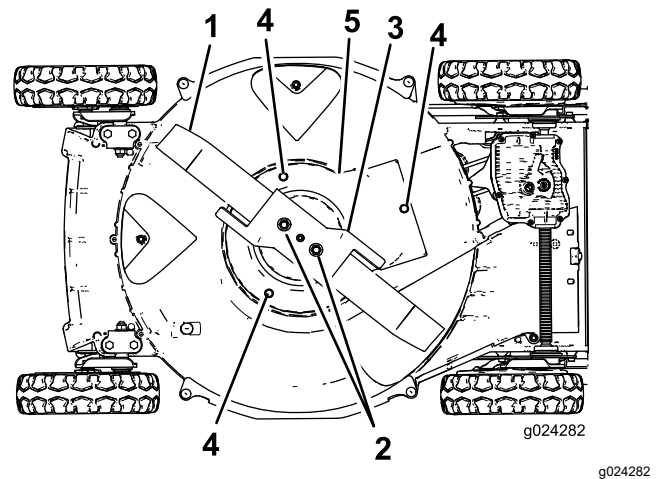

Figura 39
- Retire las 2 tuercas de la cuchilla, el acelerador y la cuchilla (Figura 39).
- Retire los tornillos que sujetan el protector del embrague de freno de cuchilla a la carcasa de corte (Figura 39).